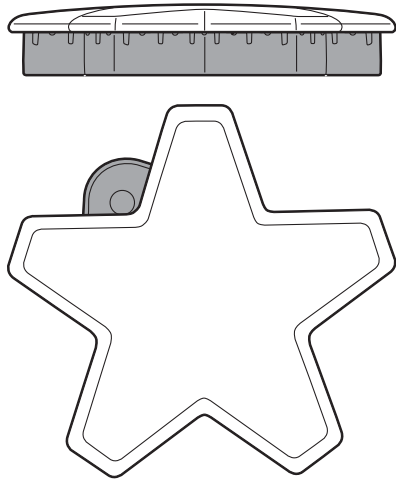
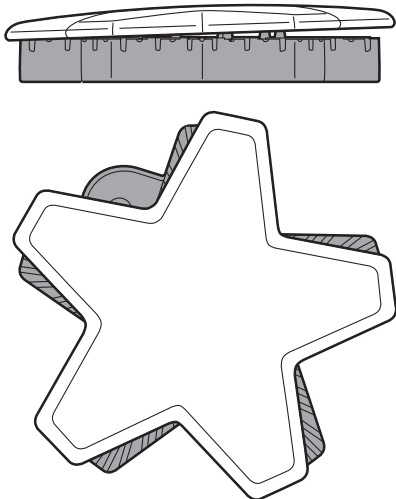

Figura 13: Tapa de quemador colocado correctamente
Figura 14: Tapa de quemador colocado incorrectamente
- Compruebe cada quemador para asegurarse de que no hay espacio entre la tapa y la base del quemador. Vea las *Figura 13* y *Figura 14* para ejemplos de tapa de quemador instalada correcta e incorrectamente.
- Puede intentar mover con cuidado las tapas de los quemadores lateralmente para asegurarse que están colocadas correctamente en su base. Cuando es el caso, las tapas están rectas en la base y cubren completamente la base del quemador en forma de estrella al mirarlas desde arriba, como se muestra en la *Figura 13*.
Cada quemador STAR® tiene su propio encendedor electrónico que echa chispas cuando se activa la perilla. Los quemadores deben encenderse en 4 segundos o menos. Si un quemador no se enciende, asegúrese de que la tapa esté colocada correctamente sobre la base (vea las Figura 13).